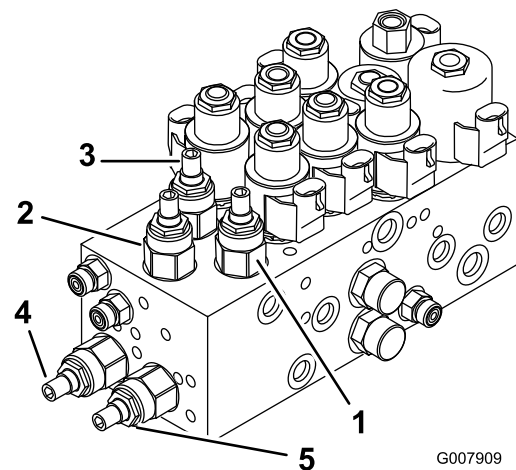
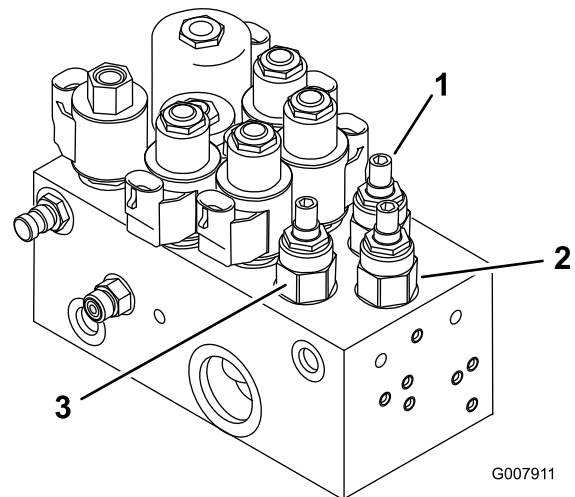

Bild 85
Bild 86
1. Stellen Sie die gewünschten Mähwerke mit den Ventilen am Hubverteiler ein (siehe Tabelle Bild 85 und Bild 86).